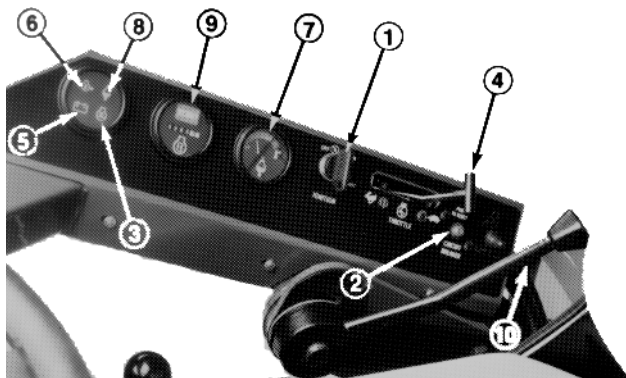

Figure 7
## CLE DE CONTACT (Fig. 7)
## VOYANT DE RECHAUFFAGE (Fig. 7)
## COMMANDE DES GAZ (Fig. 7)
## VOYANT DE CHARGE DE LA BATTERIE (Fig. 7)
## VOYANT DE PRESSION D'HUILE MOTEUR (Fig. 7)
## TEMPERATURE DU LIQUIDE DE REFROIDISSEMENT ET VOYANT DE SURCHAUFFE (Fig. 7)
## COMPTEUR D'HEURES (Fig. 7)
## COUPE-CIRCUIT (Fig. 7)
5. Tourner immédiatement la clé sur START (démarrage) (Fig. 7). Dès que le moteur démarre, lâcher la clé et la laisser revenir en position ON. Régler la commande des gaz sur LENT.